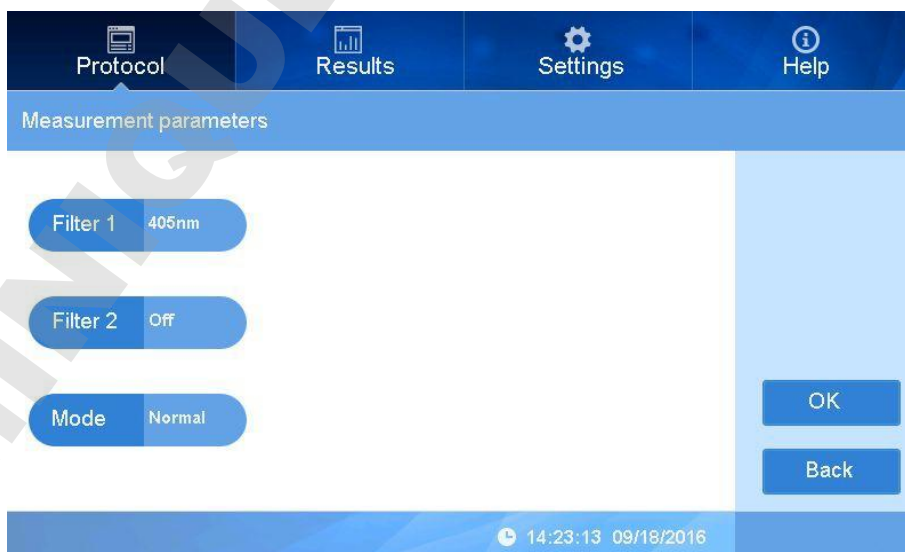

fig 12
- Dans l'interface "Programs", cliquez dans l'espace blanc près de "Mesure" pour régler les paramètres (Fig 12).